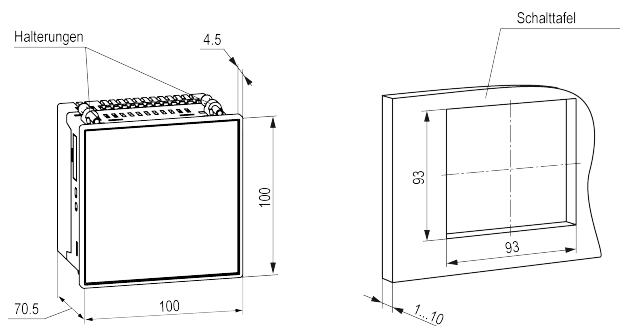

Abb. 2 Abmessungen und Ausschnittsmaße
1. Bereiten Sie einen Einbuausschnitt in der Schalttafel vor (siehe Abb. 2).